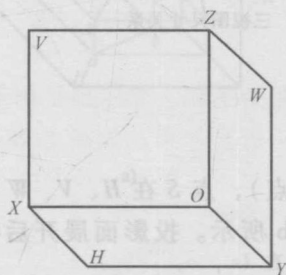
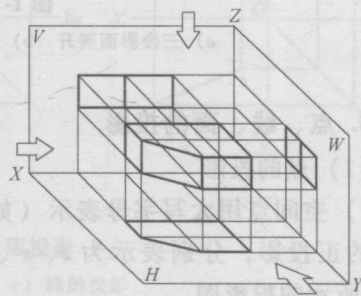

图 1-21 三投影面体系
图 1-22 三视图的形成
(1) 三视图的形成 物体放在图 1-21 所示的三投影面体系中,向 V 、 H 、 W 三个投影面进行正投影得到物体的三视图,如图 1-22 所示。物体的正面投影(V)为主视图,水平投影(H)为俯视图,侧面投影(W)为左视图。为了画图方便,需将三投影面展开,如图 1-23a 所示。